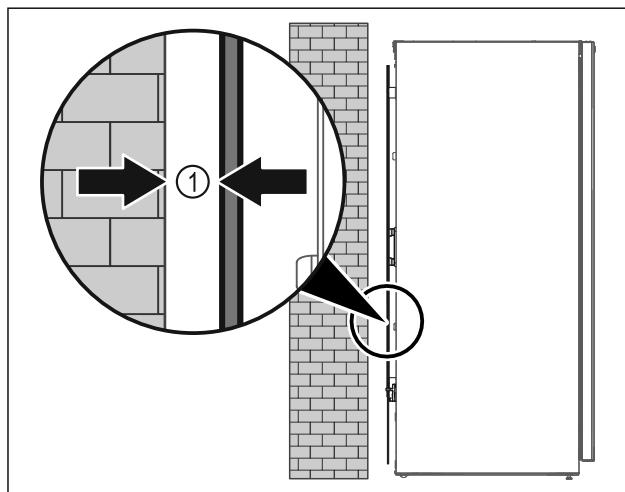

Fig. 10
- Uzstādiet ierīci vai nu kā brīvstāvošu ierīci, vai tieši pie sienas 5 mm Fig. 10 (1) minimālā atstātumā no tās.